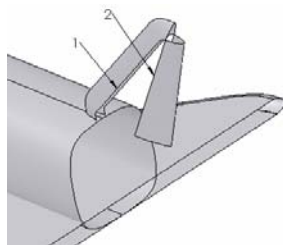

图 8-54 设置视图方向后的图形
⑫ 设置视图方向。单击“视图”工具栏中的“旋转视图”图标, 将视图以合适的方向显示, 结果如图 8-54 所示。
① 放样曲面。单击“曲面”工具栏中的“放样曲面”图标按钮, 此时系统弹出如图 8-55 所示的“曲面-放样”属性管理器。在“轮廓”一栏中, 用鼠标依次选择图 8-54 中的边线 1 和边线 2。单击属性管理器中的“确定”图标按钮, 生成放样曲面, 结果如图 8-56 所示。